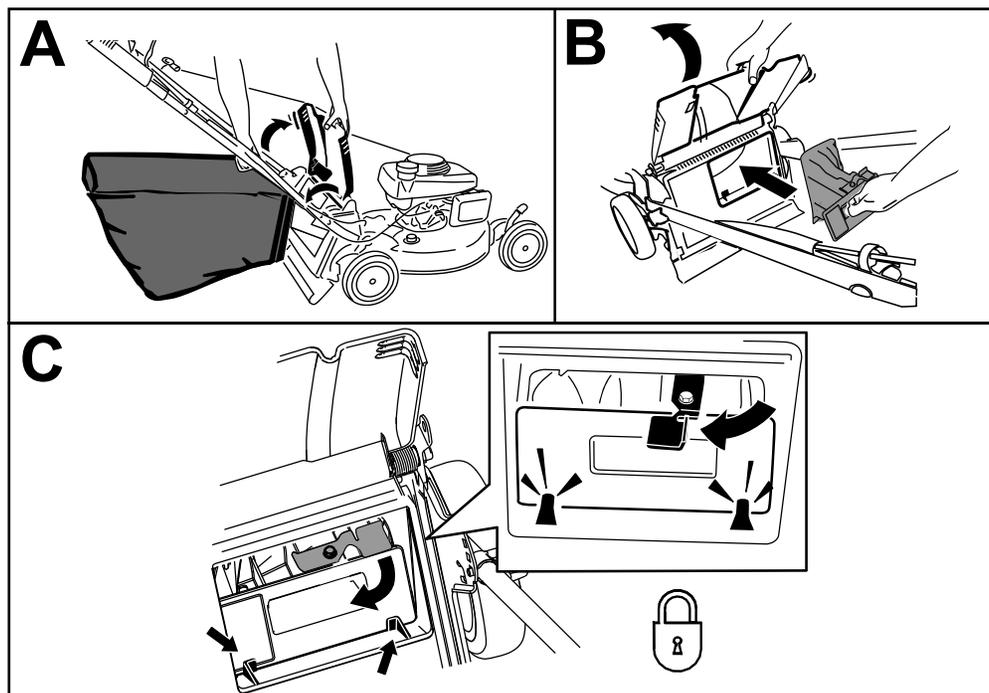

Figure 24
1. Relevez et maintenez le déflecteur arrière dans cette position, puis soulevez le bac à herbe par la poignée pour le dégager des crans des supports de poignée (encadré A de la Figure 24).
2. Installez l'obturateur arrière (encadré B de la Figure 24).
**Important:** Vérifiez que l'obturateur arrière est verrouillé en place. Pour verrouiller l'obturateur, appuyez fermement dessus jusqu'à ce qu'il s'enclenche en position derrière les pattes, et tournez le levier situé sur l'obturateur vers la gauche (encadré C de la Figure 24).